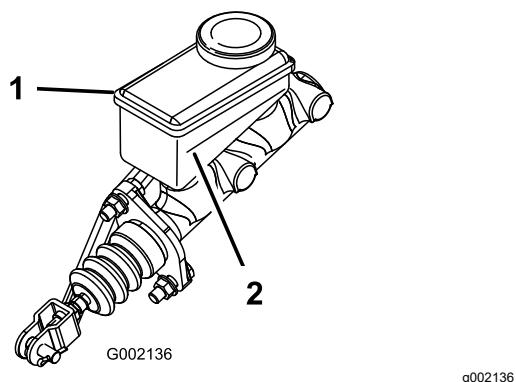

Figura 65
5. Mire el nivel de aceite en el lateral del depósito (Figura 65).
- B. Añada líquido de frenos DOT 3 al depósito hasta que el nivel esté por encima de la línea Mínimo (Figura 65).